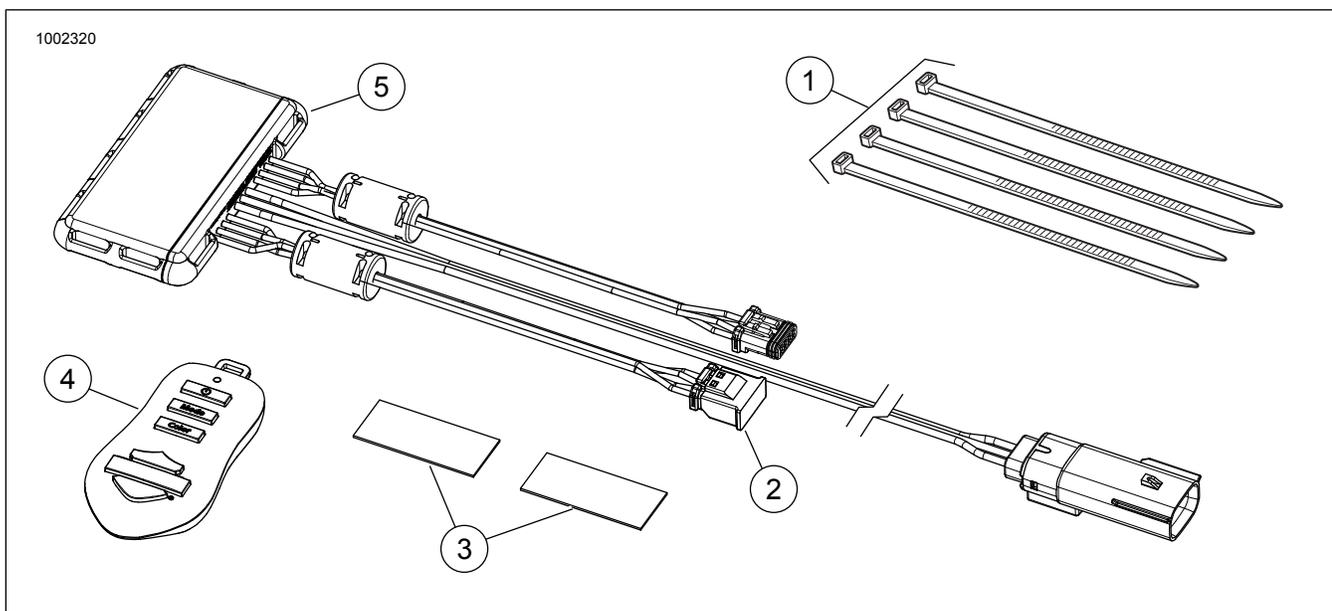

Figura 2. Parti di ricambio, kit dispositivo di controllo Spectra Glo
Vedere la figura 2. e Tabella 1.
5. Vedere la figura 2. Selezionare una posizione adatta per il montaggio del dispositivo di controllo (5) sotto la sella o dietro il coperchio di sinistra. Utilizzare il nastro biadesivo (3) in dotazione nel kit o le fascette fermacavi (1).